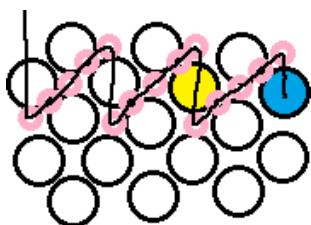

Рисунок 8. Плетение диагонали из бисера.
3. Плетение второго слоя розовым бисером. Нить выходит из верхней бусины, выделенной синим цветом (рис. 8). Набрать 5 бисеринок розового цвета, уложить по диагонали и вывести в бусину, выделенную желтым цветом (рис. 8). Плетение диагоналей продолжить по всей длине половины полотна.